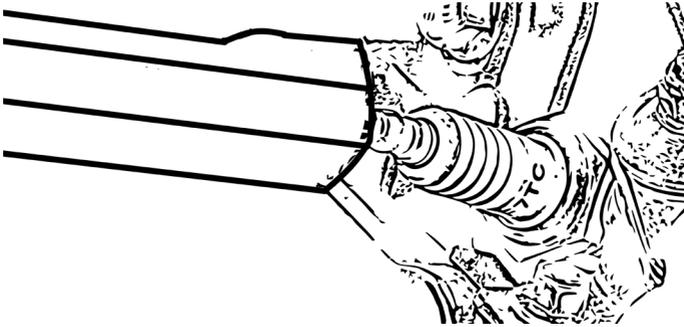

Abbildung 32
- Lösen Sie die Zündkerze mit Hilfe des Zündkerzenschlüssels, Abb. 32.